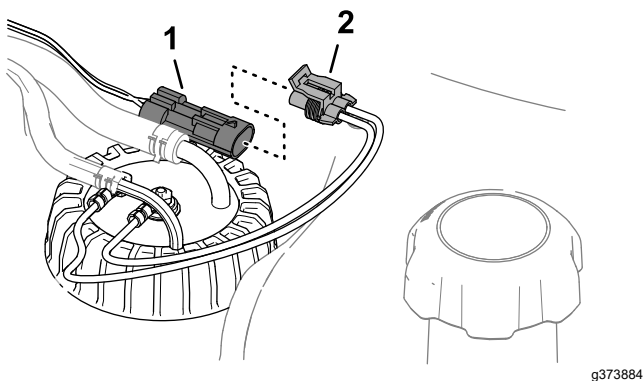

Рисунок 92
3. Отсоедините 2-гнездовой разъем жгута проводов датчика уровня топлива от 2-штыревого разъема жгута проводов машины (Рисунок 92).